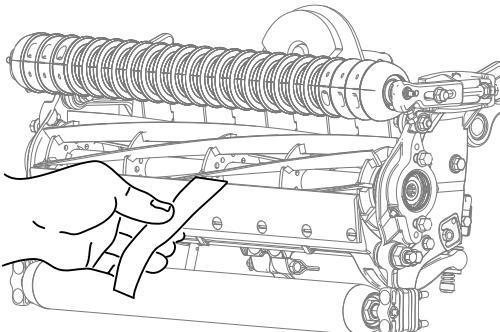

Figura 16
2. Teste o desempenho de corte inserindo uma fita comprida de desempenho de corte (Número de peça Toro 125-5610) entre o cilindro e lâmina de corte, perpendicular à lâmina de corte (Figura 16). Lentamente rode o cilindro para a frente; deve cortar o papel.